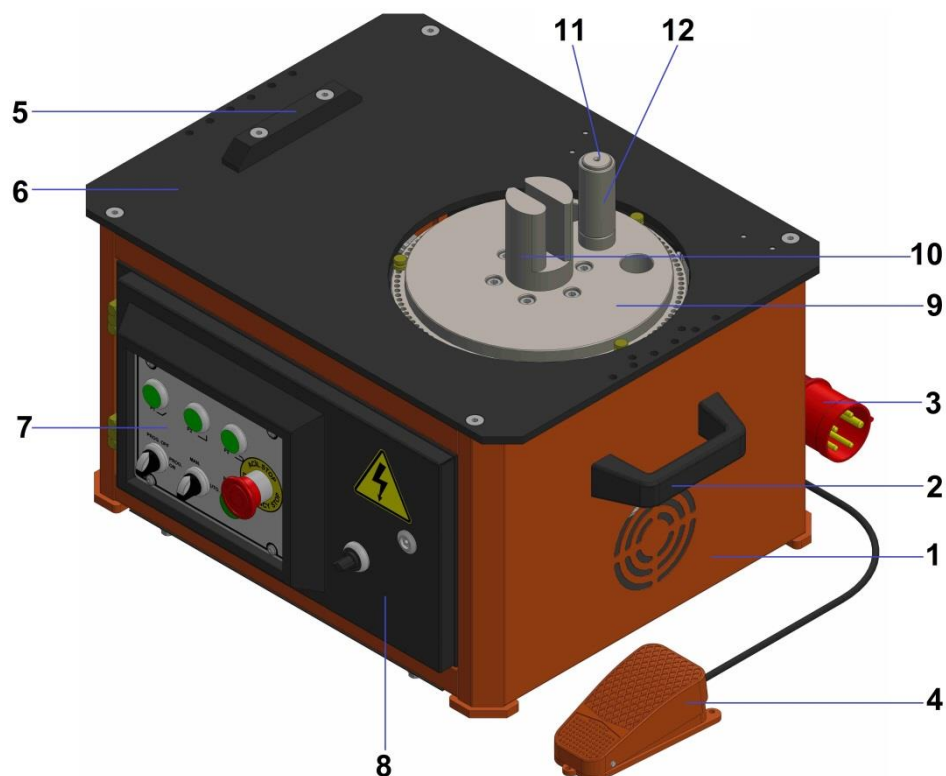

Figure 1: Structure de la Machine à cintrer
- Placez la tête de cintruse adaptée pour votre barre d'armature, la goupille droite et la douille de cintrage (Figure 1 N° 10, 11, 12) dans les trous correspondants du disque de cintrage.
- Placez la tête de cintreuse adaptée pour votre barre d'armature, la goupille droite et la douille de cintrage (Figure 1 N° 10, 11, 12) dans les trous correspondants du disque de cintrage.
- Placez la tête de tréfilage appropriée pour votre barre d'acier, la goupille droite et le manchon de cintrage (Figure 1 No. 10, 11, 12) dans les trous correspondants du disque de cintrage.